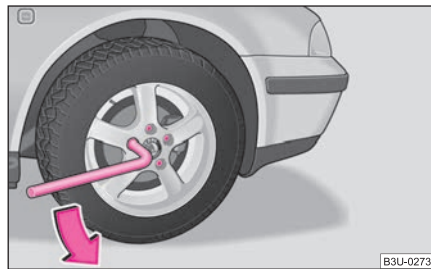

Abb. 194 Radwechsel:
- Fassen Sie am Schlüsselende an, und drehen Sie die Schraube etwa eine Umdrehung nach links ⇒ Abb. 194.